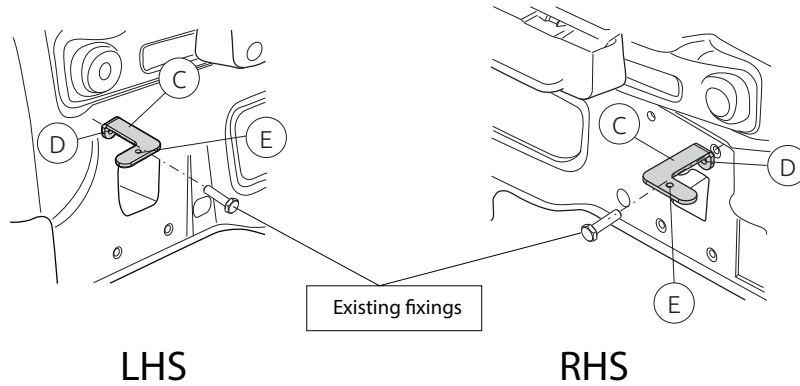

Fig. 2
4. **Если имеются:** Поставить кронштейны С и прикрепить их в точках D. Закрепите антенны на опорах С в точках E. См. рисунок 2.